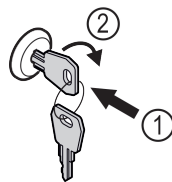

Fig. 205
- ▶ Schlüssel hineindrücken. Fig. 205 (1)
- ▶ Schlüssel um 90° im Uhrzeigersinn drehen. Fig. 205 (2)